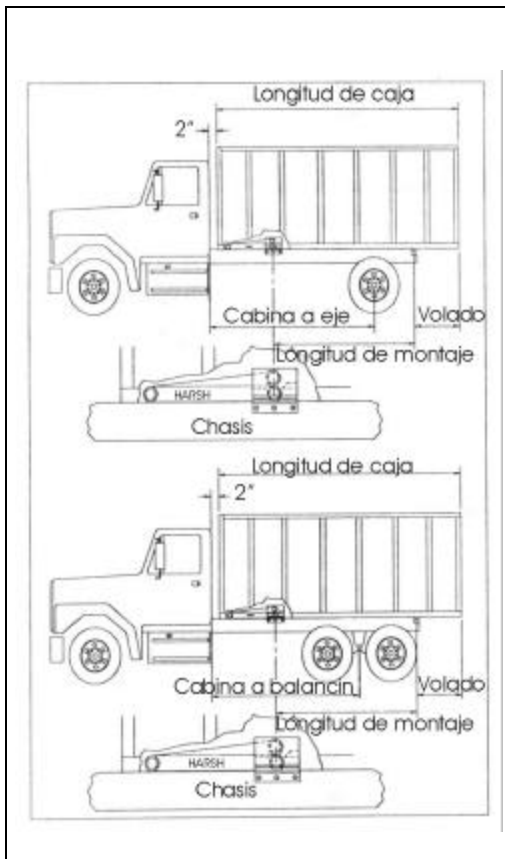

Figura 6: Ubicaciones de montaje.
4. Mida la distancia entre el frente de la caja y la ubicación que recomienda la carta de montaje para colocar los soportes superiores de la tijera. No olvide dejar el claro entre la cabina y la caja. Esta distancia debe ser por lo menos de 2 pulgadas y mayor para camionetas de cabina grande. Esto es para que puedan hacerse ajustes en la colocación de la tijera para asegurar un montaje adecuado. Los soportes superiores están diseñados para ajustarse entre los soportes transversales de la caja (vea la figura 6).